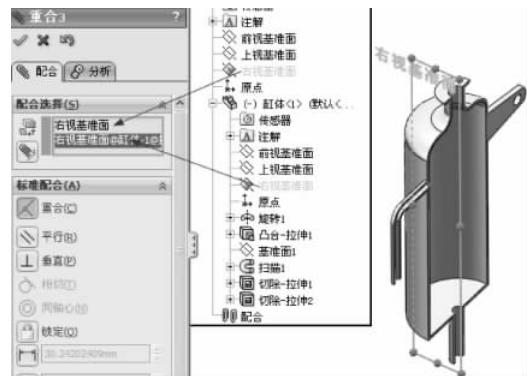

图 3-7 右视基准面重合配合
(6) 继续进行配合约束，在【标准配合】选项组下选择 【重合】，配合类型，在【配合选择】选择框中选择如图 3-7 所示的装配体环境下的右视基准面和缸体零件的右视基准面，单击【确定】按钮 ，完成右视基准面重合的配合。